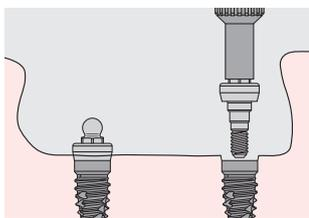

Fig. 2
- (Fig. 2) Le Dalbo® Certain® Abutment sélectionné est vissé dans l'implant à l'aide du tournevis pour O-Ring/Dal-Ro (PAD01).